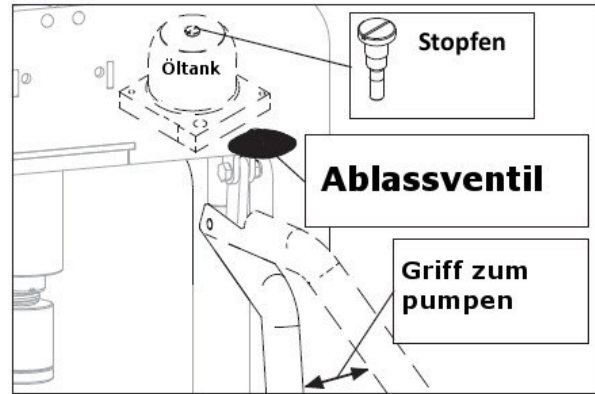

Abb. 29: Entlüften des Hydrauliksystems bei der WPP 15 TH TOP
- Schritt 2: Öffnen Sie den Stopfen des Öltanks (Abb.29).